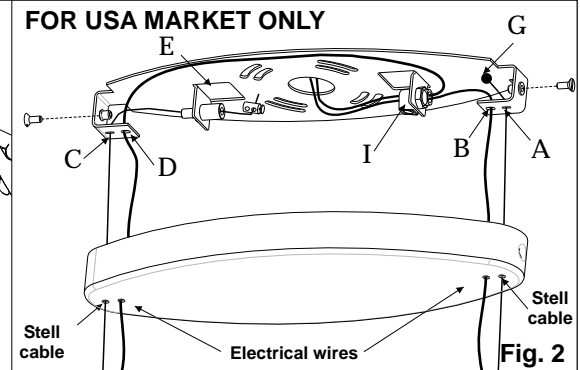
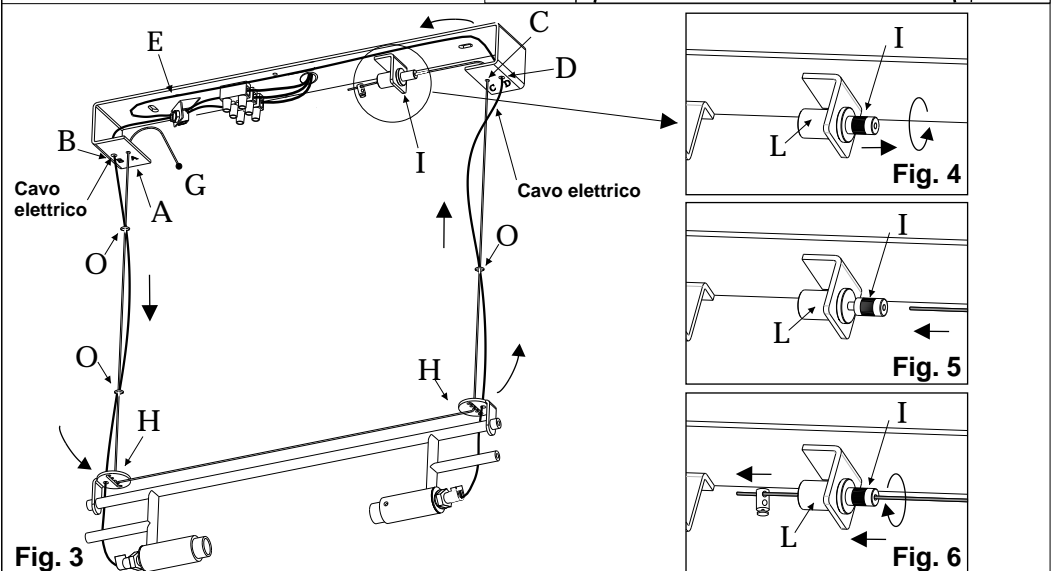

Fig. 2
Fig. 3
- Remove (2) canopy mounting screws with star washers and slide canopy down fixture wires about 1' away from J-Box (for USA only) cover/fixture mounting plate.
- Uncoil suspension cable (be careful not to kink cable) & feed through hole "A", on left, (opposite side of wire fastener "I") until rubber end "G" reaches hole "A", as shown in Fig.3 (for USA Fig.2) - (on left side of fixture). Run cable through adjacent hole "A" in canopy and run through all rubber o-ring "O" along adjacent fixture wire as shown in fig.3 (for USA Fig.2).
- Run cable down through suspension/leveling disc "H" on left, across fixture and up through disc "H" on right fig.3.
- Run cable up through all rubber o-rings on right fixture wire, through canopy and through hole "C" on right as shown in fig.3. (for USA Fig. 2).
- Srotolare la matassa del cavetto d'acciaio "G" e infilarlo nel foro "A" dalla parte della morsettiere come descritto in **Fig.3**. Infilare uno o due anellini "O" e proseguire l'operazione infilando la cima del cavetto attraverso le feritoie a pettine delle due squadrette "H" **Fig.3**. Infilare nuovamente uno o due anellini e far entrare la cima attraverso il secondo foro "C" **Fig.3**.
- Abb. 2** Den Bügel "S" an der Decke durch die zwei Bohrungen "U" fixieren.
- Abb. 3** Die Stahlkabel-Wicklung "G" ausrollen und ins Loch "A" von der Seite des Klemmbrettes, also in ein oder zwei Gummi-Ringe "O" durch die Kamm-Öffnungen "H" einfädeln. Dann noch in ein paar "O"-Ringe und durch das zweite Loch "C" einfädeln. Siehe.
- Fig. 3** Dérouler le petit câble d'acier "G" et l'introduire dans le trou "A" de la partie du serre-câble. Introduire une ou deux Rondelles "O" et continuer l'opération en introduisant le bout du petit câble à travers les fentes des deux équerres "H" Introduire à nouveau une ou deux rondelles en faisant passer le bout du câble à travers le deuxième trou "C".
- Fig. 3** Desenrollar la madeja del cable de acero "G" y introducirlo en el agujero "A" de la parte de la tornillería. Introducir 1 o 2 anillos "O" y continuar la operación introduciendo la extremidad del cable a través de las hendiduras a peine de las 2 esquadras "H". Introducir nuevamente 1 o 2 anillos y después la extremidad del cable a través del segundo agujero "A".